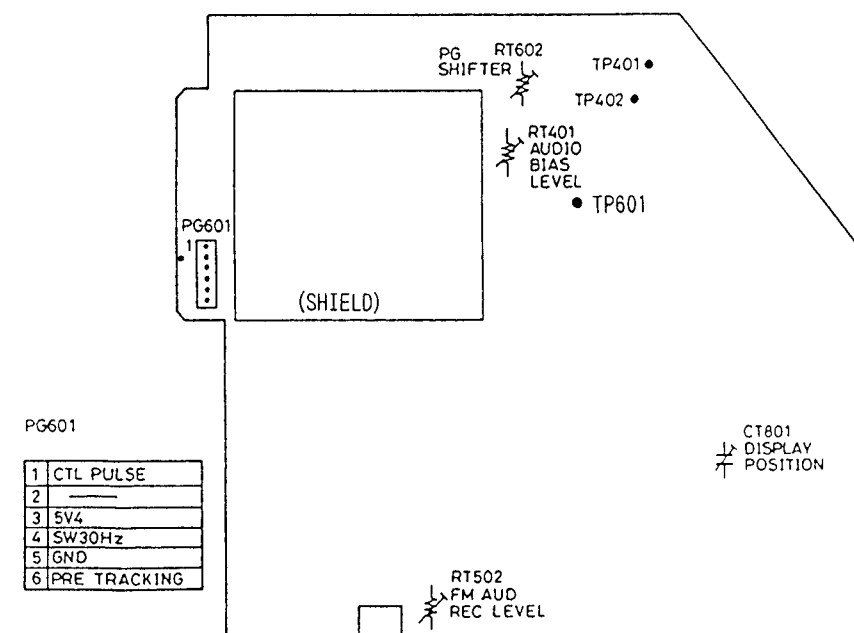

Abb. 4-151 Haupt-Leiterplatte (Bestückungsseite)
(Abb. 4-151)
- 2) **FM-Audio-Aufnahmepegel** (Abb. 4-151, 4-154)